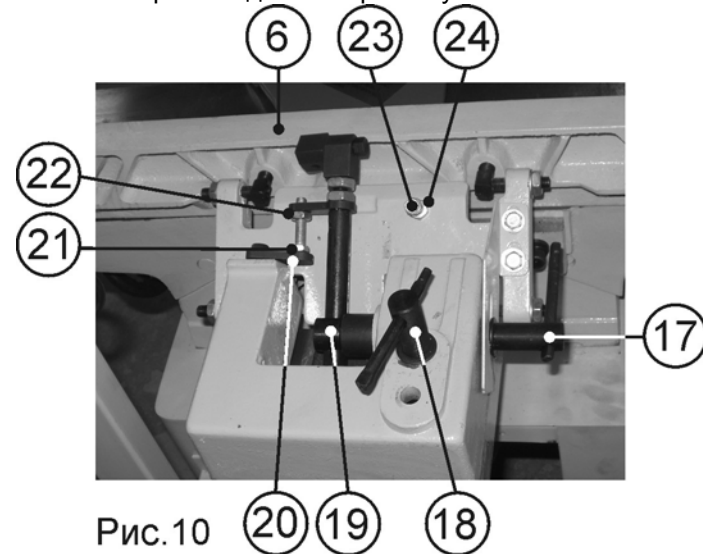

Рис. 10
10.2. Регулировка направляющей планки (Рис. 10, 11)